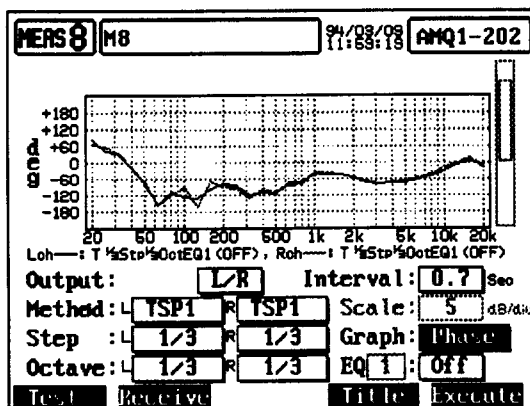

図 10: 位相特性
2. 位相特性にした場合、画面は図 10 のようになります。